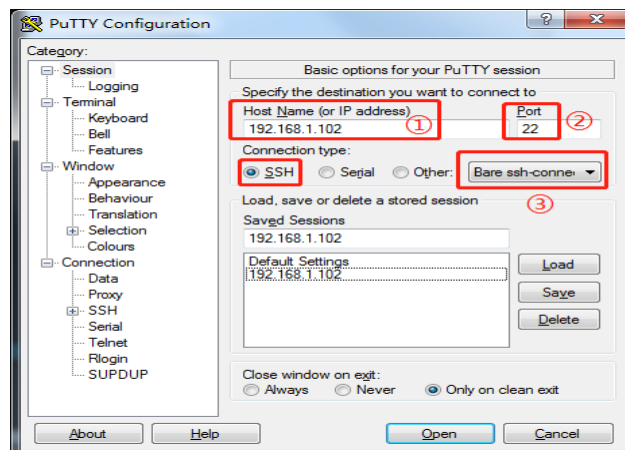

图 1.1.1 Putty 远程工具
(1) 前期准备
- ① 控制器与电脑通过网线直连，确保物理连接良好，上电；
- ② 把电脑的 IP 设置成与控制器同一网段(设置方法略)；
- ③ 打开电脑的 cmd 窗口，输入：ping 192.168.1.102，确保通讯完好；
- ④ 打开 PuTTY 远程工具（GCS 工具也可以打开），设置如图 1.1.1，①为控制器的 IP，②为控制器的端口号，③为通讯方式；